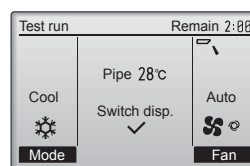

Fig. 8-3
- ① Tryck på [F1] när du vill växla funktionsläge. (Fig. 8-3)